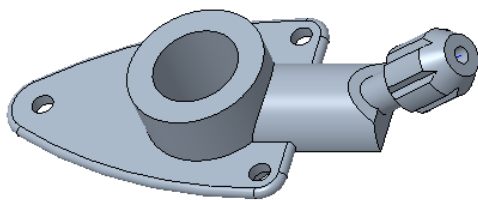

图 3-144 摇柄零件
- 单击“应用”按钮，完成整个摇柄零件的创建，效果如图 3-144 所示。